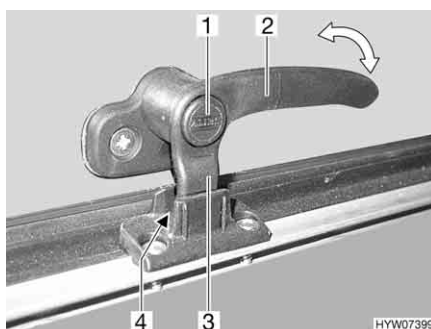

Fig. 25 Leva di serraggio in posizione "Aerazione continua"
- In posizione di "Aerazione continua" (Fig. 25)
- Premere il bottone di sicurezza (Fig. 25,1) e mantenerlo premuto.
- Ruotare la leva di serraggio (Fig. 25,3) di un quarto di giro verso il centro della finestra.
- Girare nuovamente all'indietro la leva di serraggio. Riportare contemporaneamente il nasello di chiusura (Fig. 25,3) della leva di serraggio nella rientranza della chiusura della finestra (Fig. 25,4).
- Rilasciare il bottone di sicurezza (Fig. 25,1).